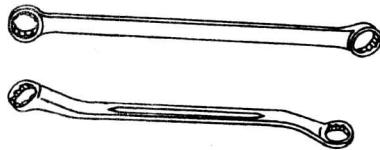

图 1-5 梅花扳手
(2) 梅花扳手。它的两端呈套筒形状(图 1-5)，套筒的内壁有等分的 12 个棱角，工作时能将螺母或螺栓头部全部围住，不易打滑；端部套口壁较薄和套口低于扳手本体便于拆装位置受限制的螺栓或螺母。